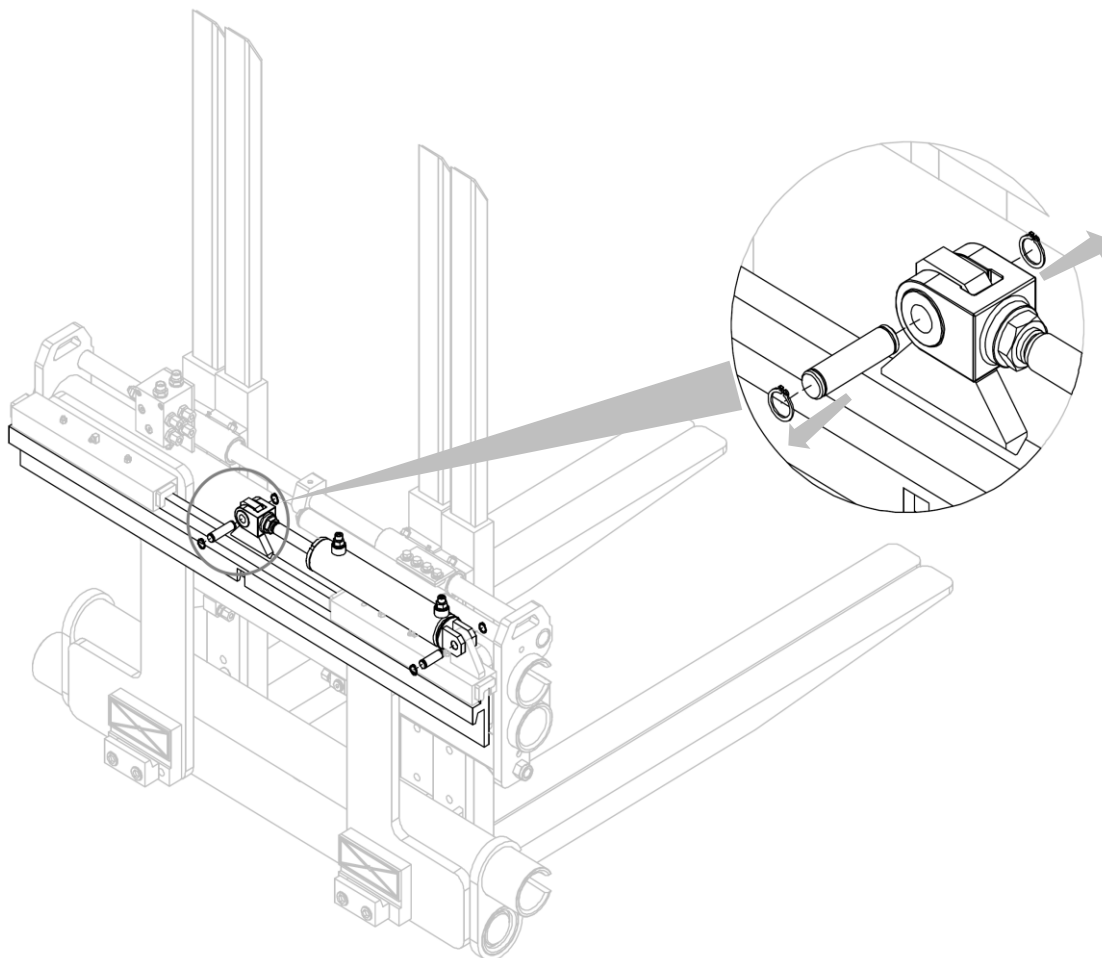

Figura 2
5. Rimuovere i due perni, con i relativi anelli elastici, che bloccano il cilindro dello spostamento laterale semi-incorporato (Figura 2).